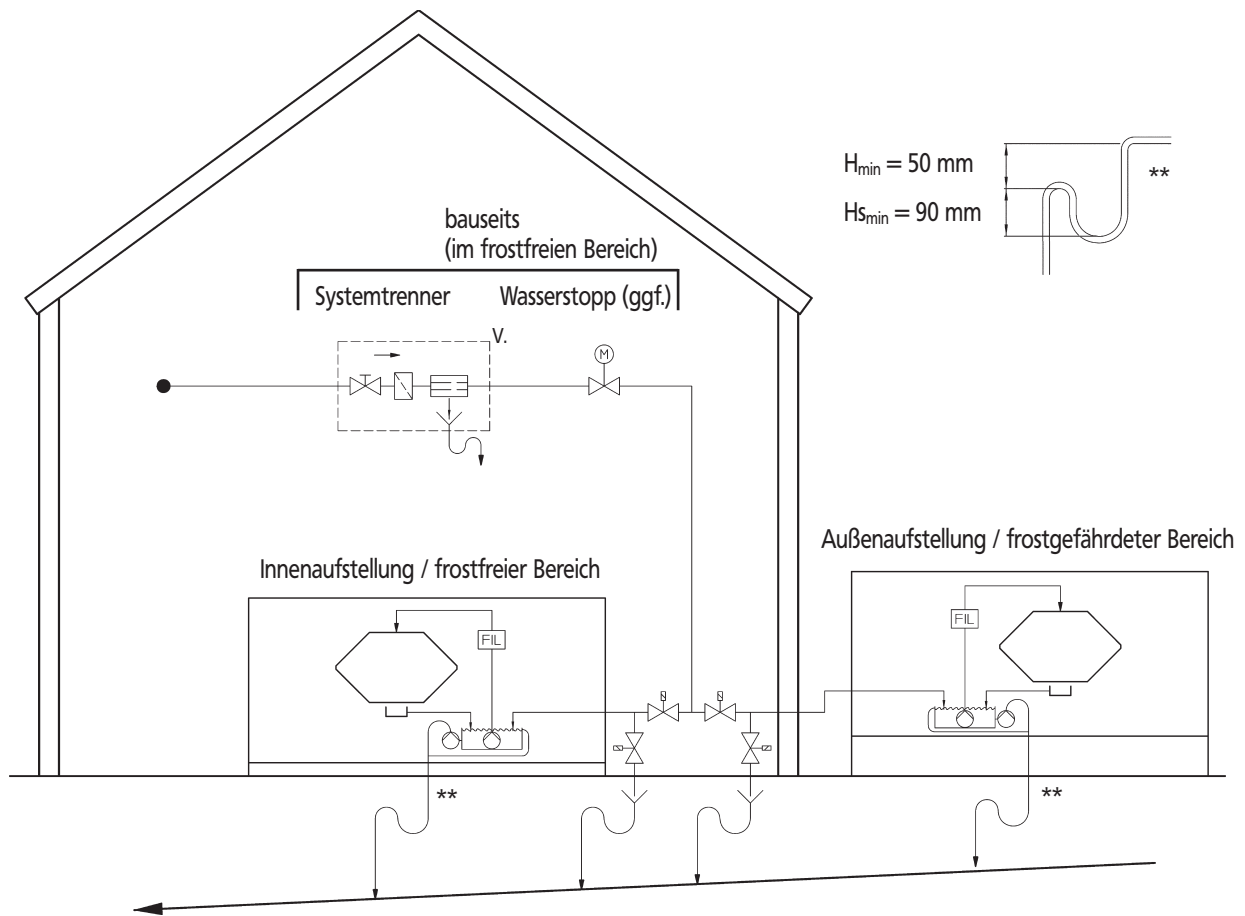

Abb. 9: Wasserseitiger Anschluss
Die Wasserzufuhr für den offenen Wasserbehälter erfolgt über ein Magnetventil*. Bei Betrieb ohne Wasseranforderung wird die Leitung ab dem Zufuhrmagnetventil* über ein Ablaufmagnetventil* entleert. Die Zufuhrleitung muss entsprechend in der Richtung mit Gefälle ablaufen. Nach dem Ablaufventil kann die Leitung zum Gerät auch in den frostgefährdeten Bereich übergehen zu einem Gerät in Außenaufstellung (s. Abb. 9).
- Achten Sie auf die minimalen Höhen H_s und H wie dargestellt in Abb. 9. Oder eine andere Funktion in eine andere Bauart, z.B. Kugelsiphon.